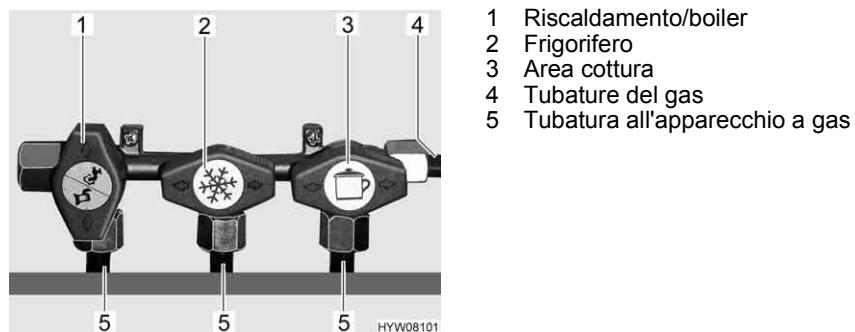

Fig. 68 Simboli dei rubinetti di arresto del gas
Nel veicolo, tutti gli apparecchi del gas sono dotati di un rubinetto di arresto del gas (Fig. 68).
- Posizionare il rubinetto di arresto del gas dell'apparecchio a gas corrispondente parallelamente (Fig. 68,1) alla tubatura (Fig. 68,5) che alimenta l'apparecchio a gas.
- Posizionare il rubinetto di arresto del gas dell'apparecchio a gas corrispondente trasversalmente (Fig. 68,2 e 3) alla tubatura (Fig. 68,5) che alimenta l'apparecchio a gas.